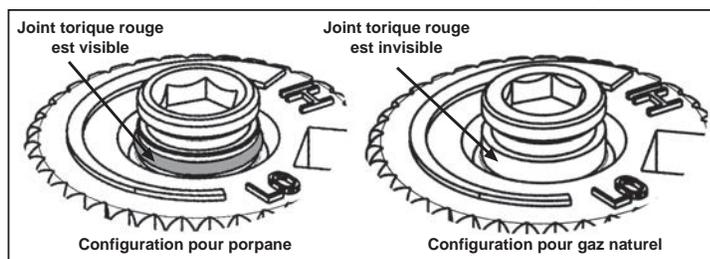

Figure 14: Joint torique sur la vis de soupape.
- f) Vérifiez que si la conversion est de GN à GPL, la vis doit être réassemblée avec le joint torique rouge visible (reportez-vous à la Figure 14). Si la conversion est de GPL à GN, le joint torique rouge de la vis ne doit pas être visible.